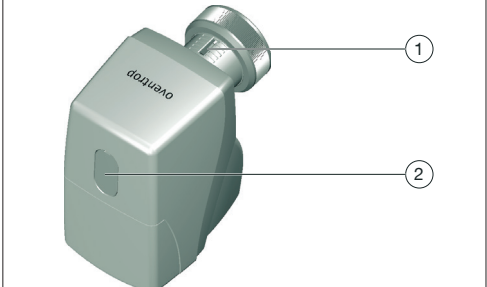

Abb. 9: Anzeige Hub-Position und Abdeckung Ventilspindel
Handverstellung	Nur im spannungslosen Zustand! Verstellspindel für Innensechskantschlüssel unter der Abdeckung (Position 2 in Abb. 9), Schlüsselweite 4 mm
3. Wenn sich der Stellantrieb nicht in der oberen Hub-Position befindet (siehe Position (1) in Abb. 10): Öffnen Sie die Abdeckung für die Handverstellung (Verstellspindel) (siehe Position 2 in Abb. 9) und bringen Sie den Stellantrieb mit einem Innensechskantschlüssel (Schlüsselweite 4 mm) in die obere Hubstellung.